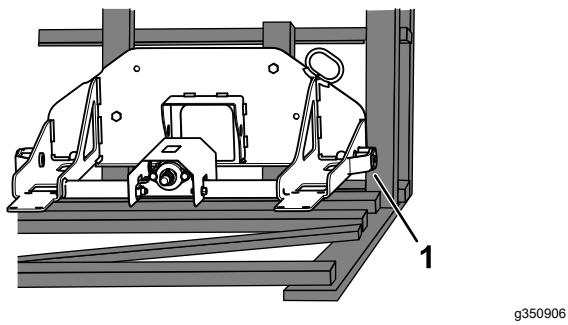

図 10
1. 取り付けプレートアセンブリを出荷クレートに固定しているボルトを外す図 10。